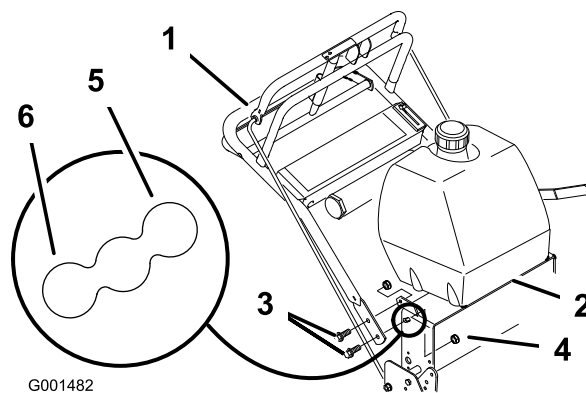

Figura 21
2. Afloje los pernos con arandela prensada superiores (3/8 x 1-1/4 pulg.) y la tuerca con arandela prensada que sujetan el manillar al bastidor trasero (Figura 21).
3. Retire los pernos con arandela prensada inferiores (3/8 x 1 pulg.) y las tuercas con arandela prensada que sujetan el manillar al bastidor trasero (Figura 21).